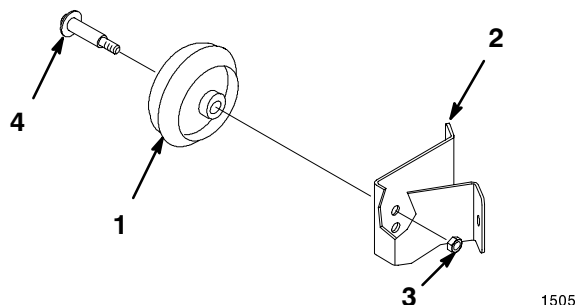

Figure 6
1. Pour modifier la hauteur des roues avant de la tondeuse, retirer le boulon de fixation de la roue et le monter dans un autre trou (Fig. 6).
2. Utiliser le trou du haut pour la plus petite hauteur de coupe, et le trou du bas pour les hauteurs de coupe supérieures (Fig. 6).